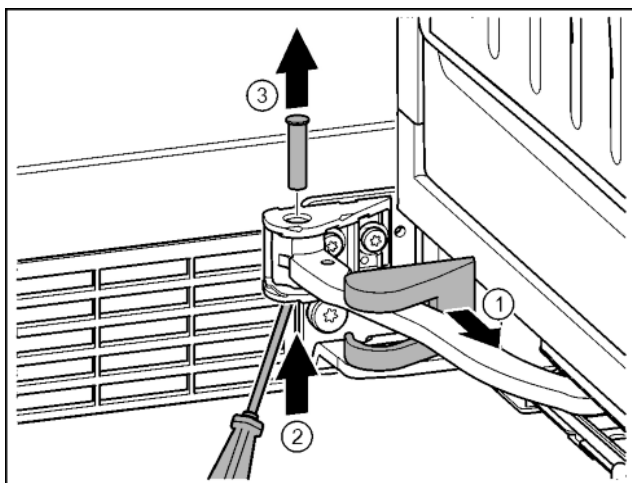

Fig. 14
► Снять крышку опорного кронштейна и переместить вдоль шарнира. Fig. 14 (1)
► Рукой или отвёрткой приподнять палец снизу. Fig. 14 (2)
► Вставить отвёртку под головку пальца и вытянуть его. Fig. 14 (3)